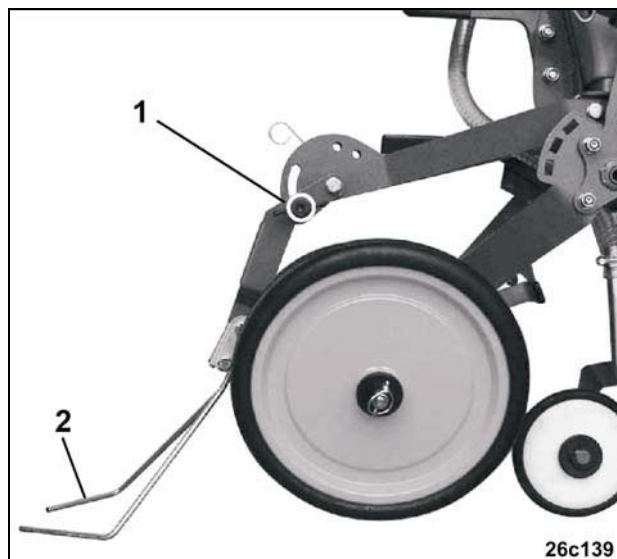

Fig. 144
- Pen (Fig. 144/1) er uit trekken.
- Toestrijker (Fig. 144/2) naar beneden drukken en in de werkstand vastzetten met pen (Fig. 144/1) en met veerclip borgen.